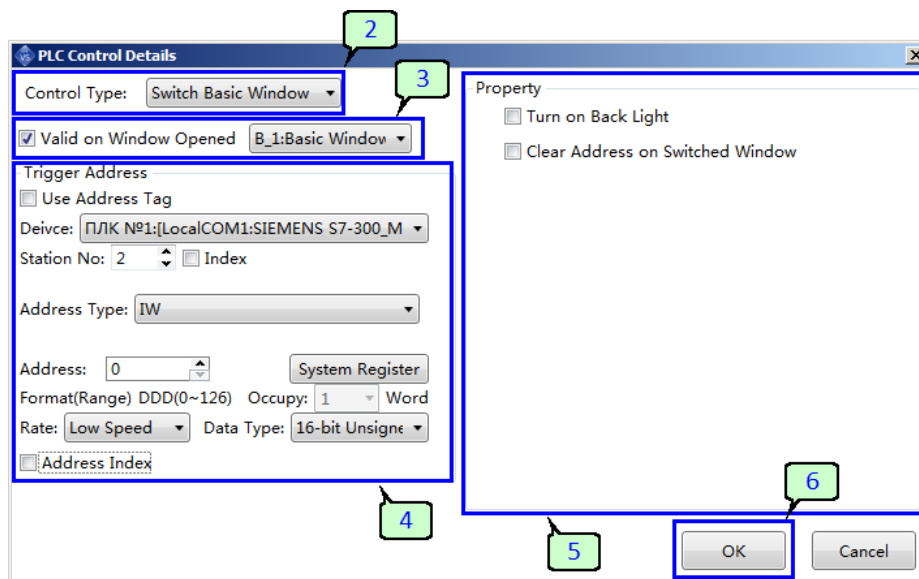

Рисунок 125 - Добавление новой функции управления
1. Нажмите "Добавить", чтобы открыть диалоговое окно добавления новой функции управления (рисунок 125).